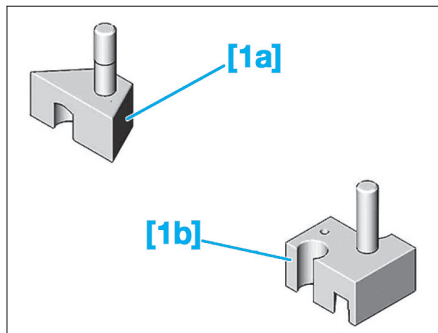

Fig. 34
- [1a] et [1b] Cales de positionnement canalisation haute pression d'injecteurs (réf. 0194-V1 et 0194-V2) (Fig.34).
- [1a] et [1b] Cale de positionnement canalisation haute pression d'injecteurs (réf. 0194-V1 et 0194-V2) (Fig.34).